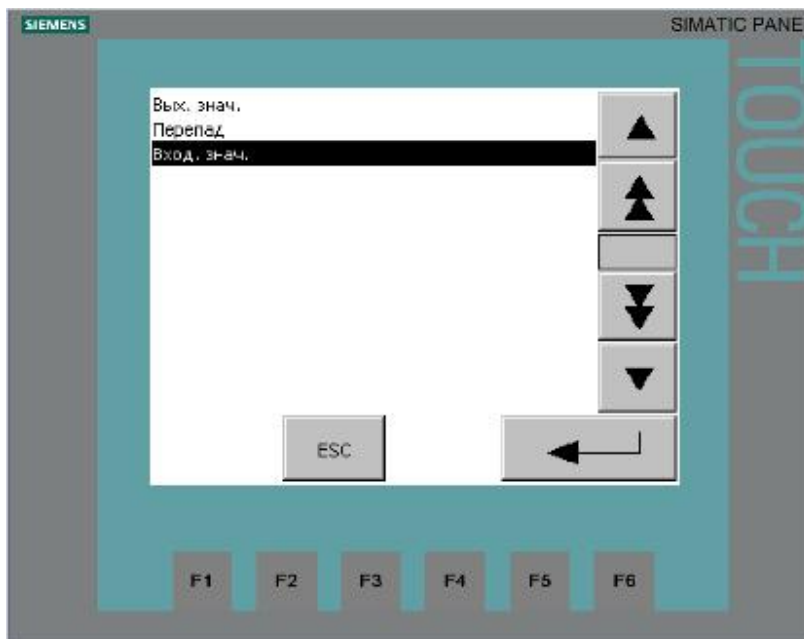

Рис. 14. Мастер наладки. Выбор регулируемого параметра
- **ПИ-регулятор** (экранная кнопка) – окно настройки ПИ-регулятора системы управления (рис.14).